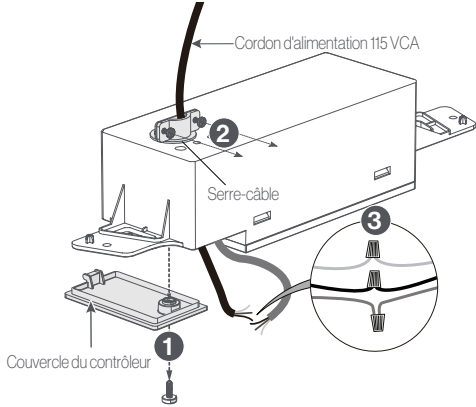

Fig. 4
3. Faites passer le cordon d'alimentation 115VAC par le trou du serre-câble et effectuez les connexions des fils en suivant les codes de couleur ci-dessous (Fig. 4) :